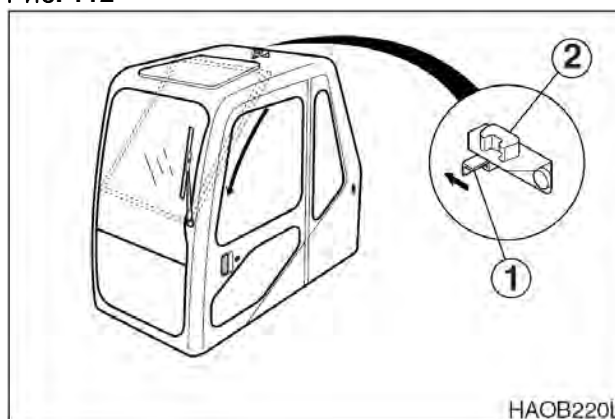

Рис. 113
4. Держа верхнюю ручку переднего окна правой рукой, нажать рычаг (1, рис. 113), по направлению стрелки, чтобы разблокировать задвижку (2).